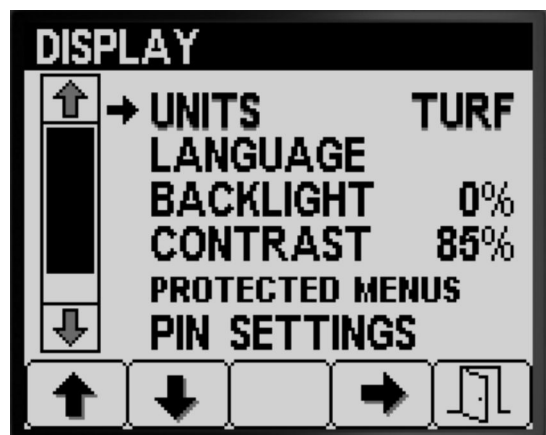

Figura 17
1. Prima o botão 1 ou 2 para navegar para a opção UNIDADES (Figura 17).
2. Prima o botão 4 para alternar entre unidades de medida IMPERIAIS, RELVA e SI (Figura 17).
3. Prima o botão 5 para guardar essa definição, sair do ecrã UNIDADES e voltar ao ecrã Definições (Figura 17).